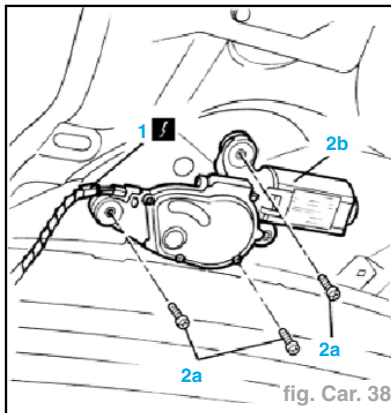

fig. Car. 38
- Dévisser les vis de fixation (2a) et enlever le moteur d'essuie-glace (2b) (fig. Car. 38).